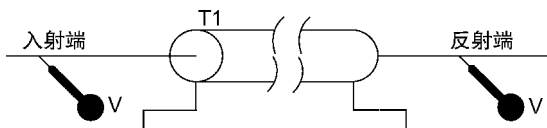

图 17.8 放置电压探针
4. 如图 17.8 所示, 在入射和反射节点放置电压探针, 然后对电路运行仿真分析。